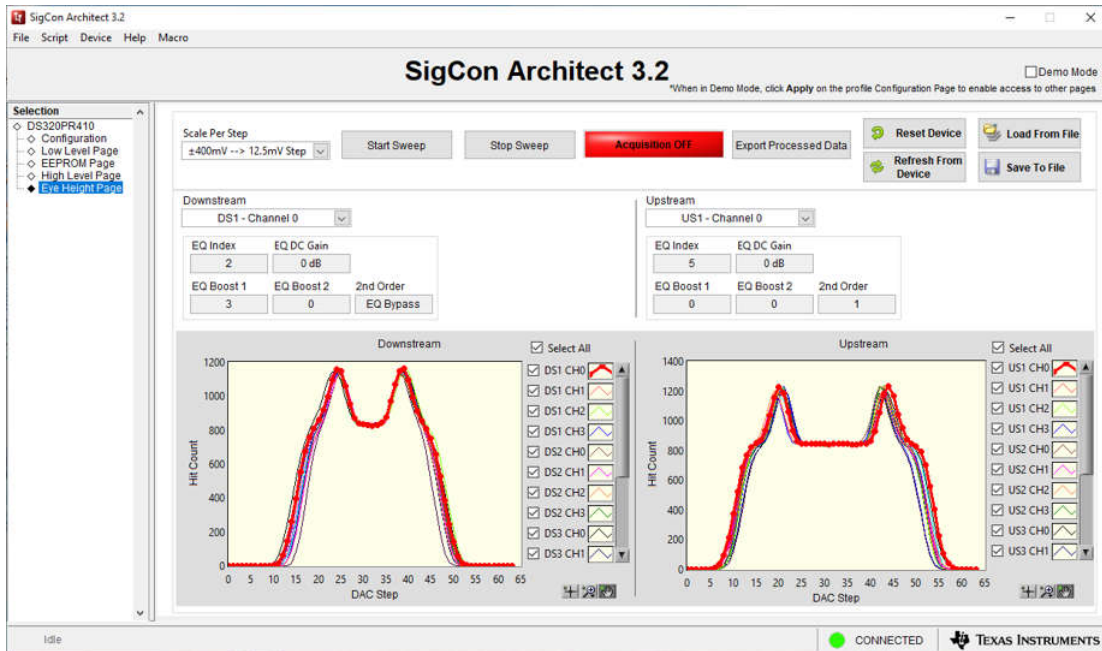
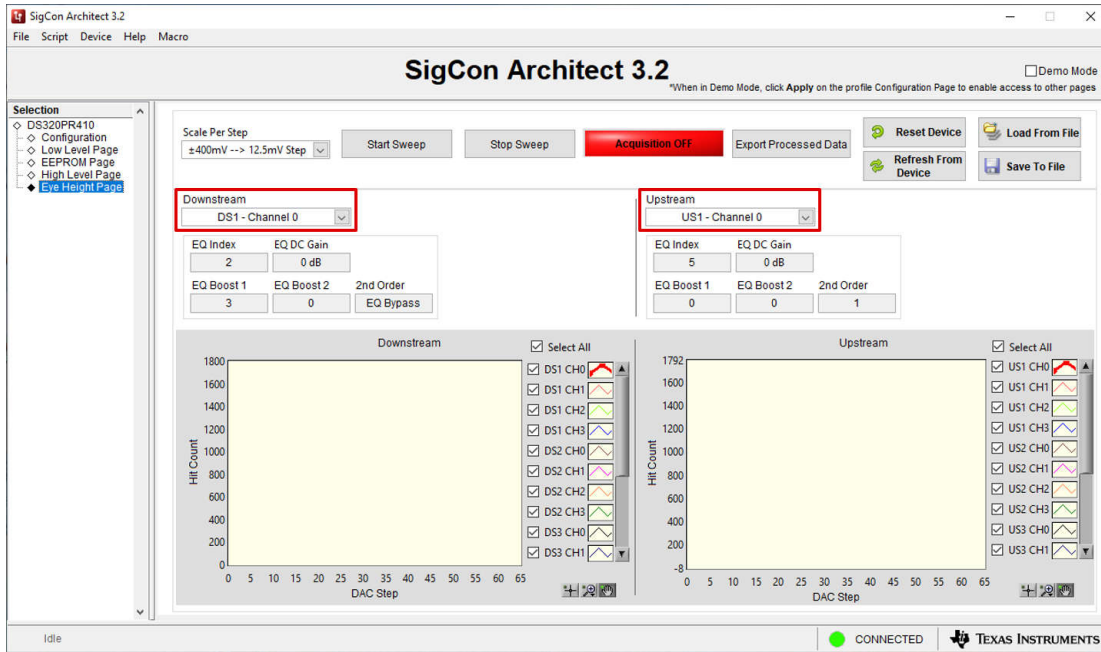

图 6-5. 眼高页面：EyeScan 结果
图 6-6. 眼高页面：图通道选择器
4. 扫描完成后，图会显示 *EyeScan* 扫描结果。图 6-5 展示了一个示例结果图。图 6-6 中突出显示的 *Downstream* 和 *Upstream* 图通道选择器可用于强调每个图上的所需通道和查看该通道的 EQ 设置。请注意，该图显示了所选通道在不同电压电平下的命中计数，这些计数直接在转接驱动器的发送器输出引脚上捕获。TI 建议使用其他通道裕度工具来监测 PCIe 链路每一端的信号质量。该工具可用作参考，无法仅根据该图提供最佳系统性能。